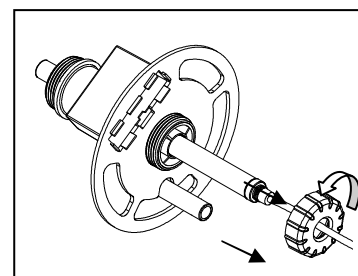

Fig. 13
9. Quite la tuerca de bloqueo girándola hacia la izquierda y luego tirando de fuera de la caja de la luz. A continuación, retire el conjunto de la bombilla UV tirando suavemente de la lámpara. Tenga cuidado al tirar de montaje en línea recta para no dañar el conjunto de UV. Fig. 13